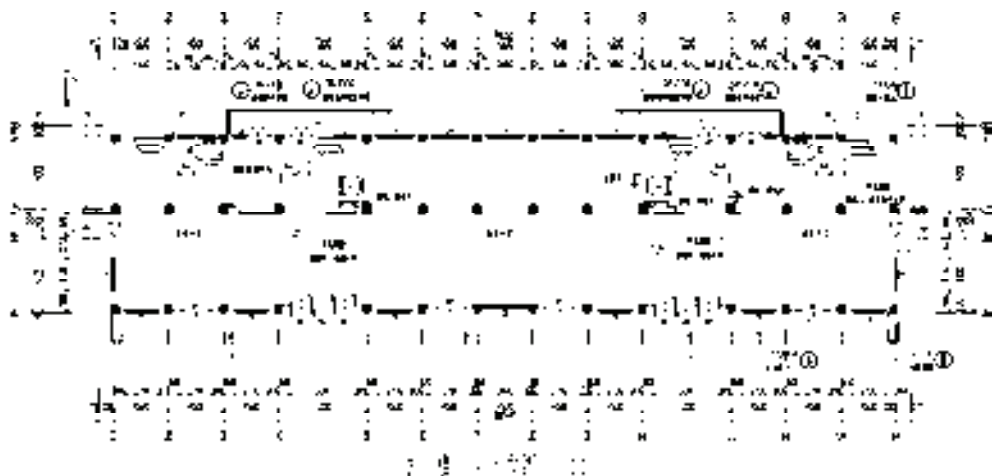

图 15-76 办公楼一层平面图
16) 在平面图下方点取图名标注的插入点，结果如图 15-76 所示。